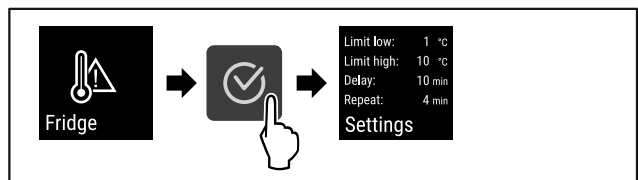

Fig. 136
- ▶ Følg anvisningene (se Fig. 136).